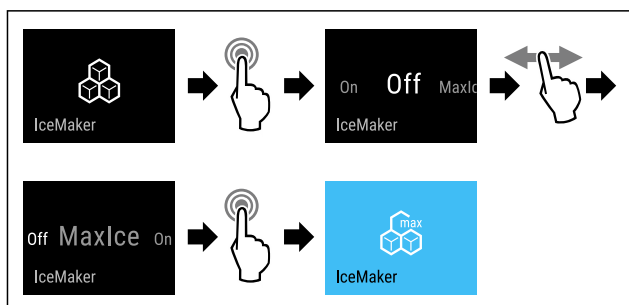

Fig. 17
► Complete the steps (see Fig. 17) .